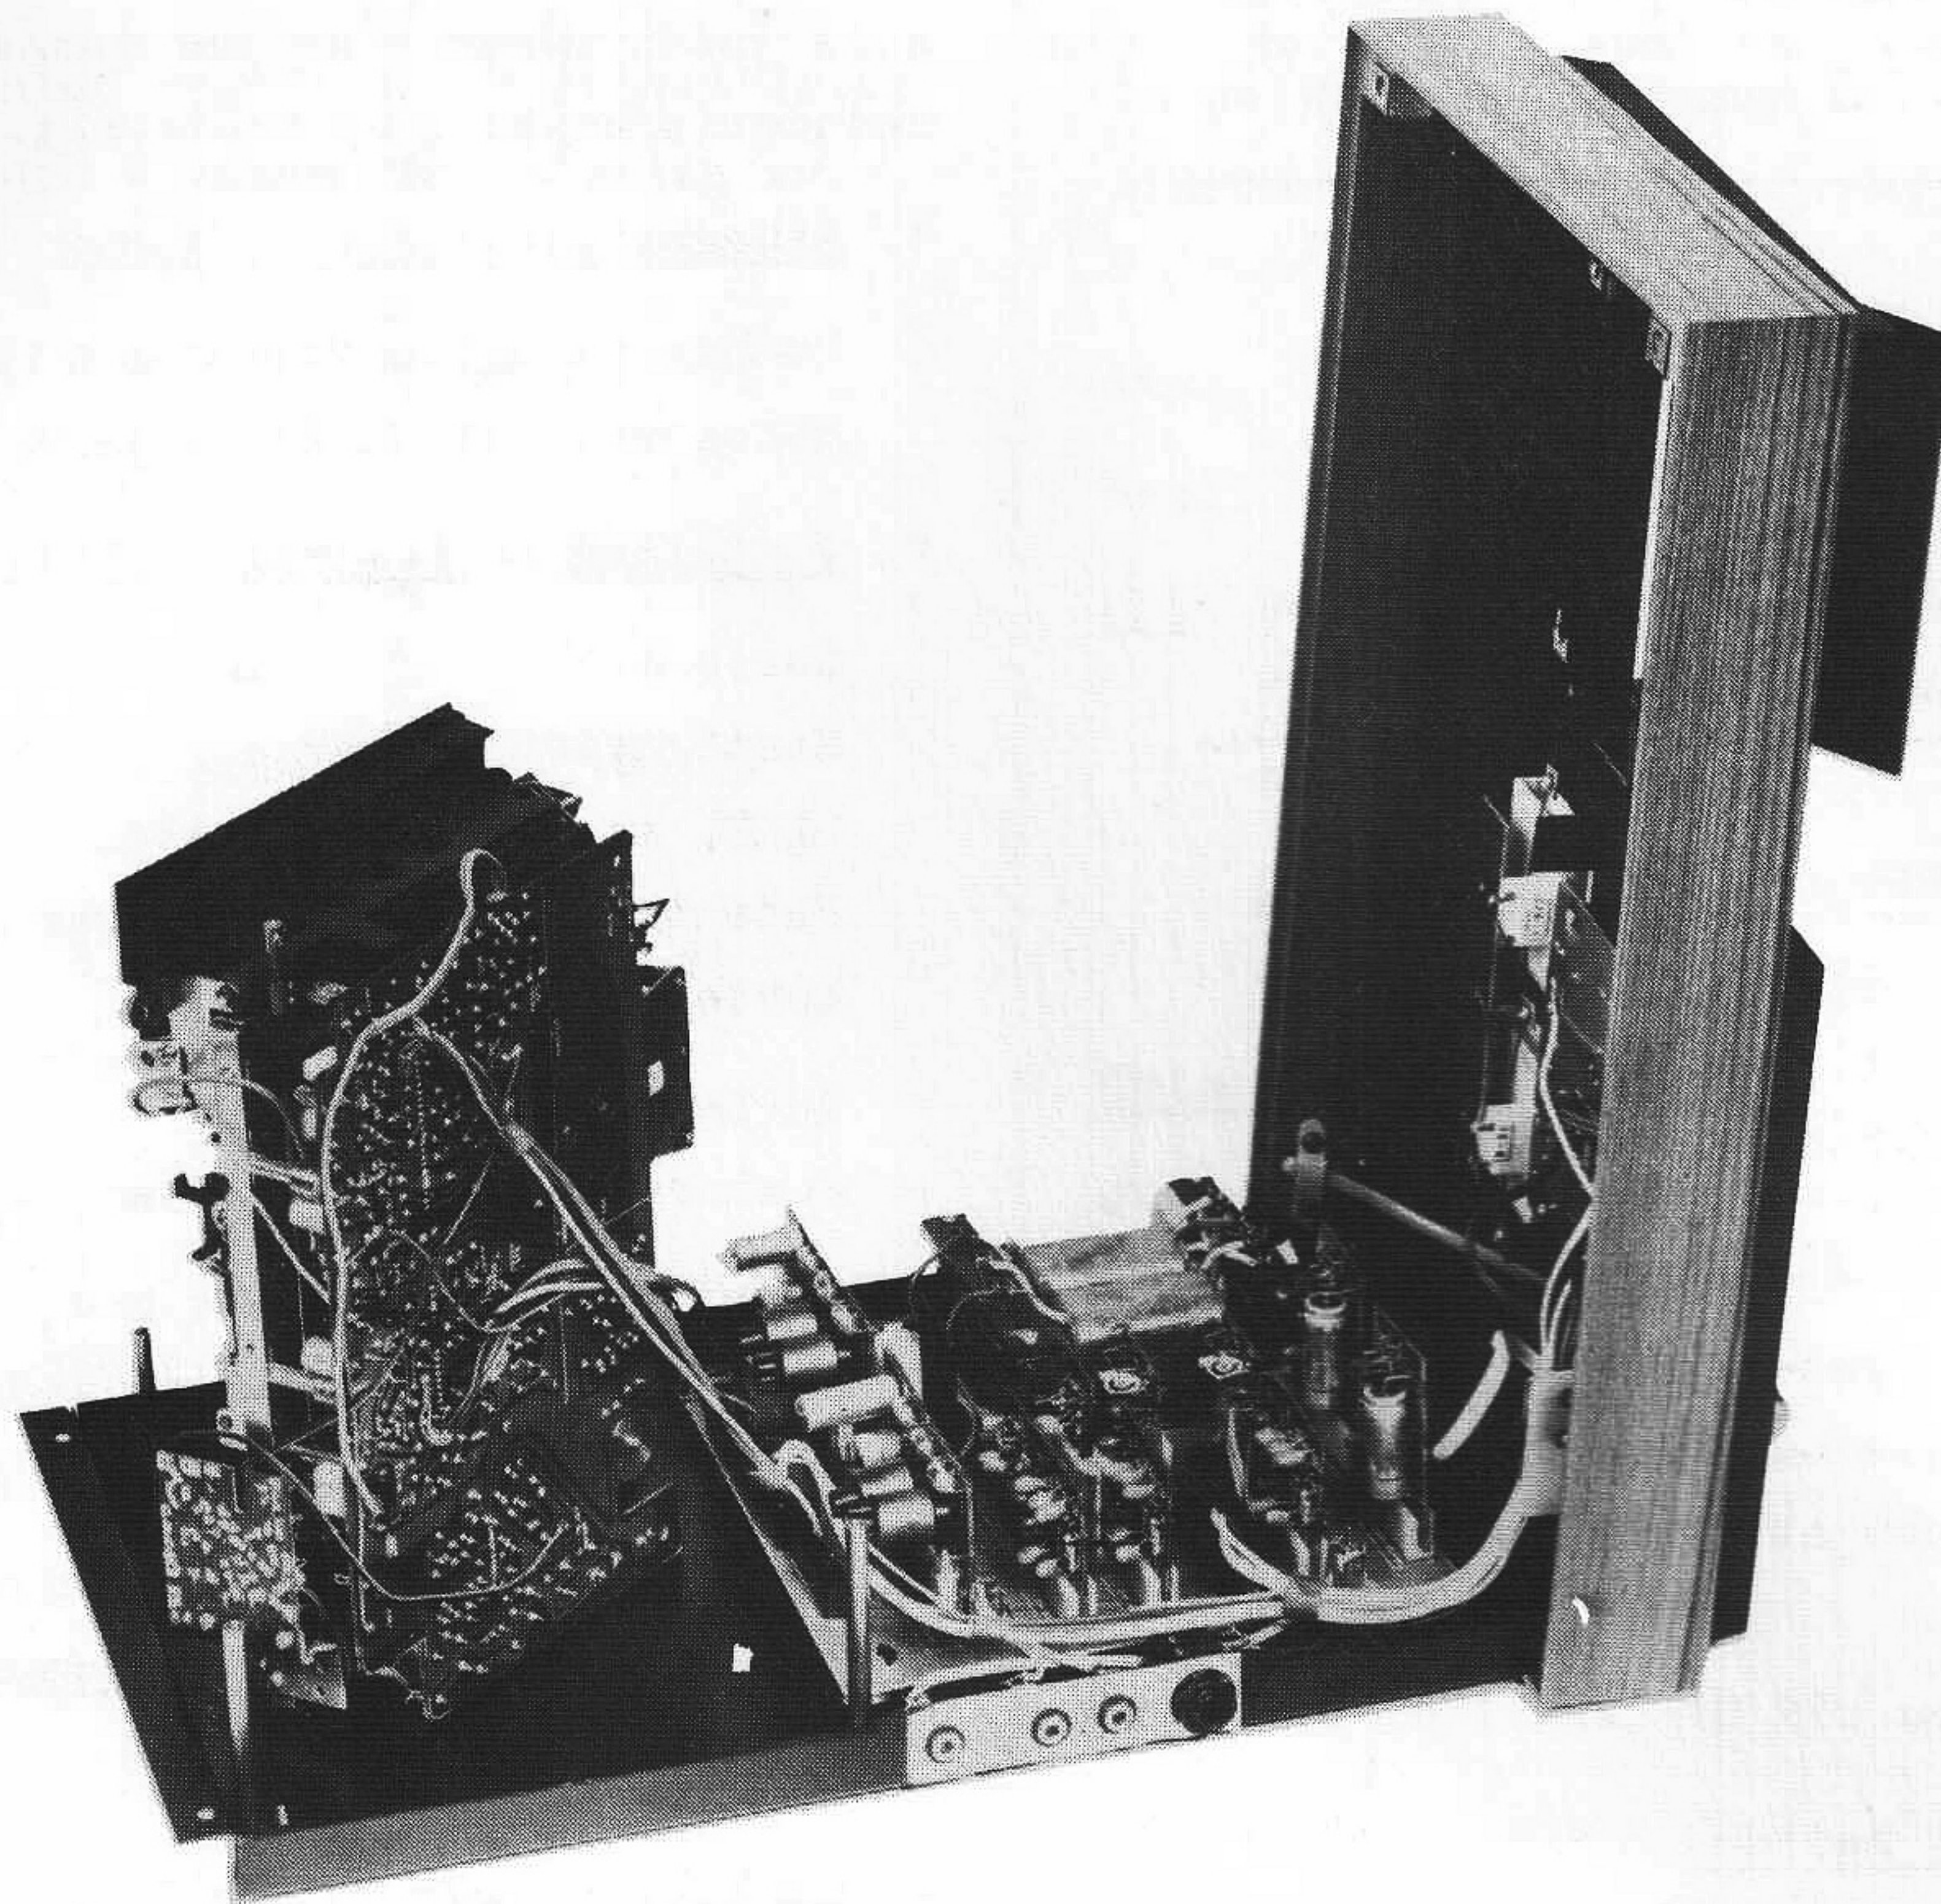

FIG. 5
3. Fatta tag i lådkanten och lyft upp överdelen, som kan ställas på kant delvis under underdelens fästfläns fig. 5.
- Efter detta kan det mek. chassit med sitt kretskort lyftas upp och sättas ned på kant på apparatens bottenplåt. Apparaten är körklar även i detta läge, varför mätningar och dylikt kan företagas om alla kretskorten finns på sina platser. (Serviceläge se fig 5).